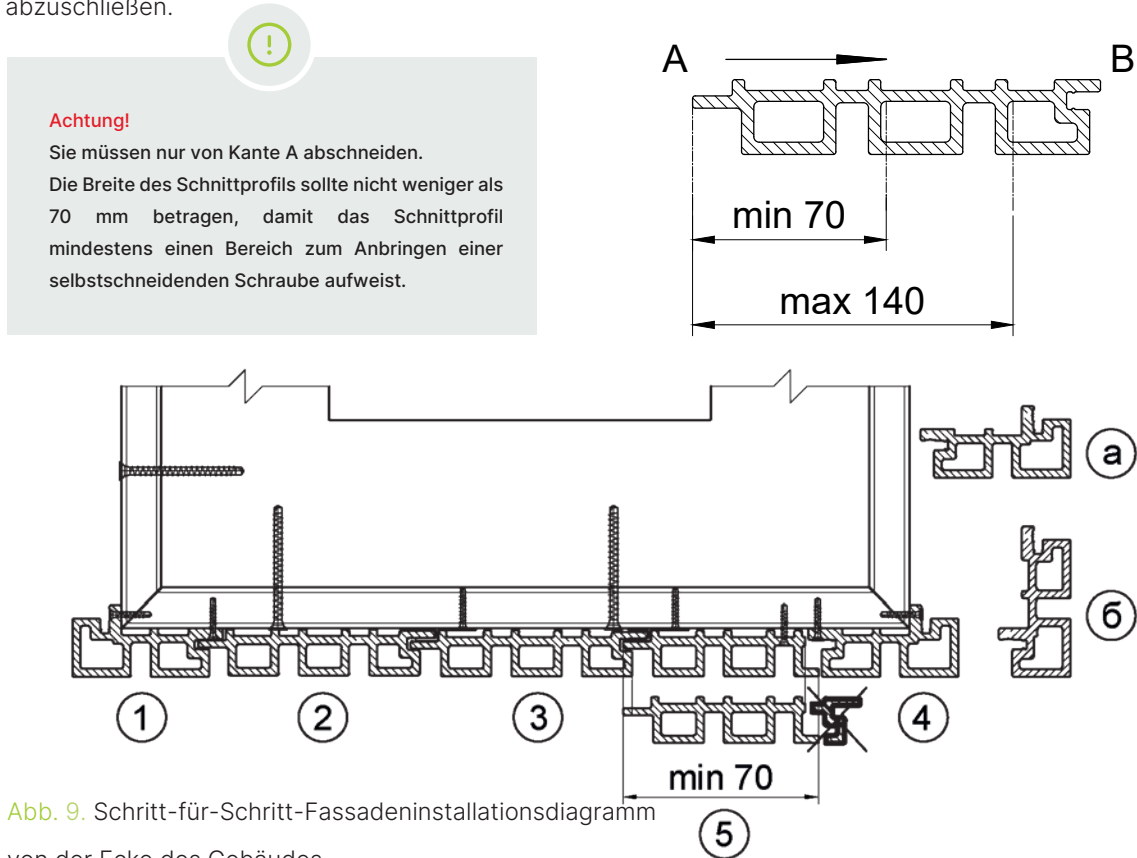

Abb. 9. Schritt-für-Schritt-Fassadeninstallationsdiagramm von der Ecke des Gebäudes
- ◆ Schritt 4: Befestigen Sie das AC 20-Profil mit einer der möglichen Methoden A oder B an der Gebäudeecke (siehe Abb. 9).
Bei der Montage des Fassadenprofils (Schritt 5) wird die Fassade in einer Ebene ausgerichtet. Dafür befestigen Sie die Rückseite des Zusatzclips am Trägerprofil und fixieren Sie das Profil mit selbstschneidenden Schrauben. (siehe Abb. 9).